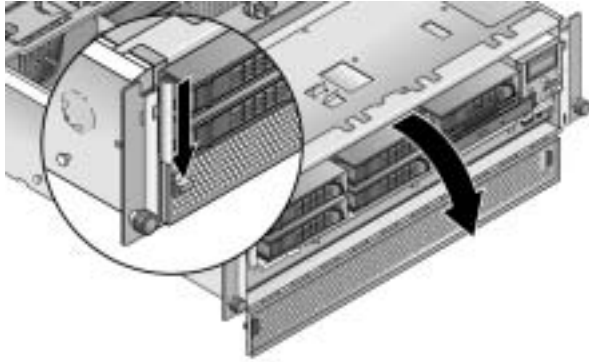

FIGURE 1-13 Ouverture de la porte de la carte du processeur
- e. Ouvrez la porte de la carte du processeur, située sous les baies des disques durs, pour accéder à la carte du processeur. Appuyez sur les deux boutons de la porte et abaissez la porte pour l'ouvrir à 180° (voir FIGURE 1-13).